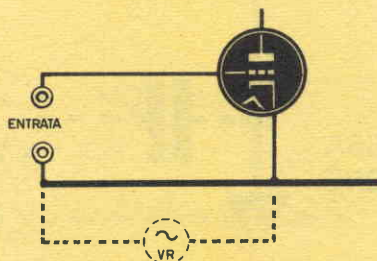

FIG. 5E
La schermatura del solo conduttore di griglia controllo, nel caso di collegamenti di magnetofoni e giradischi, può essere particolarmente dannosa e dar luogo a tensioni di ronzio (VR) come indicato in fig. 5E.